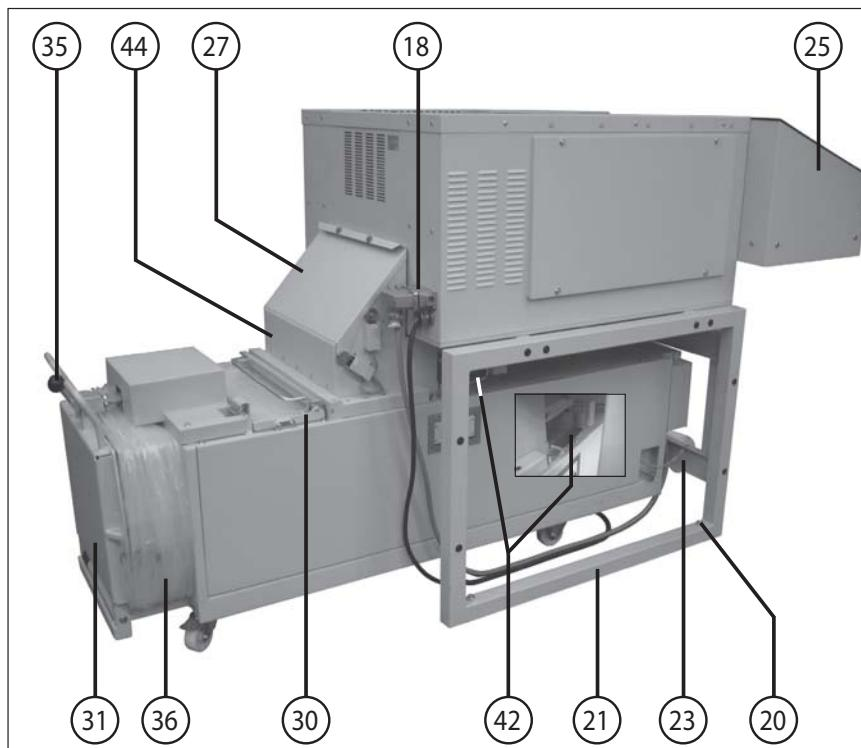

Abb. 2
DER KOMBINATION (Abb. 2 und 3):
- Den Verdichter unter den Shredder schieben. Shredder und Verdichter mit Hilfe der beiden dem Shredder beigelegten Fixierwinkel (42) verschrauben (Abb. 2).
- Den Anschlußstecker des Verdichters in die an der Gehäuse-Rückwand des Shredders befindlichen Steckdose (18) einstecken und verriegeln (Abb. 2).
- 18 = Steckdose (Abb. 2)
- 19 = Endschalterverriegelung (Abb. 2)
- 20 = Ausgleichsschraube (Abb. 2)
- 27 = Abdeckklappe (Abb. 2 und 5)
- 30 = Einfüllklappe (Abb. 2)
- 31 = Ausstossklappe (Abb. 2)
- 35 = Verschlusshobel (Abb. 2)
- 36 = Sackrahmen (Abb. 2 und 14)
- 42 = Fixierwinkel (Abb. 2)